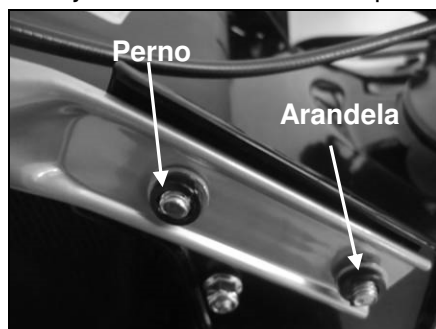
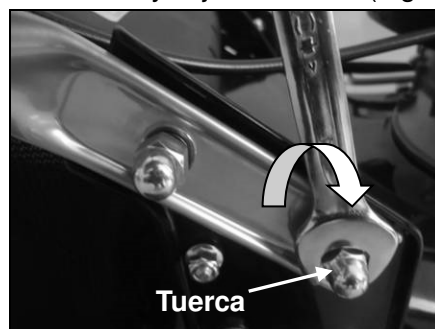

Fig. 2A
Fig. 2B
1. Fije las manivelas inferiores en el cuerpo de la unidad con pernos, arandelas, tuercas y una llave adecuada. (Fig.2A/ Fig.2B)